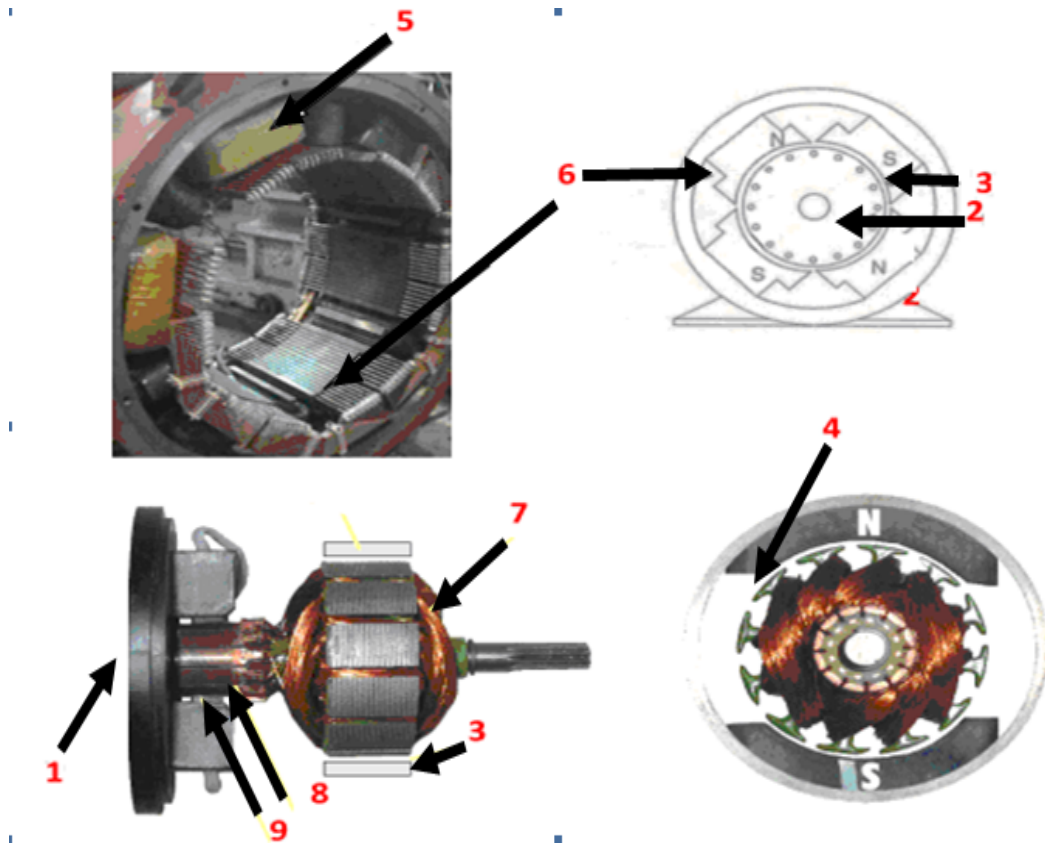

Figure 48: Eléments constitutifs d'une machine à courant continu
Cette machine est constituée (Figure 48) d'une partie fixe le **stator** ou inducteur (1) et une partie tournante, le **rotor** ou induit (2) séparées par un **entrefer** (3). Le circuit inducteur, qui est la source de champ magnétique. Il peut être formé soit par des **aimants** (4), soit par des **bobines inductrices** (5) en série (électroaimants). Les bobines sont placées autour de **noyaux polaires** (6). La machine est dite bipolaire si elle ne comporte qu'un pôle Nord et un pôle Sud. Le circuit induit au rotor est formé de conducteurs logés dans des **encoches** (7). Sur l'induit est monté un **collecteur** (8) qui, associé aux **balais** (9), permet de relier le circuit électrique rotorique de l'induit à un circuit électrique extérieur à la machine. Le collecteur est un ensemble de lames de cuivre isolées latéralement les unes des autres, réunies aux conducteurs de l'induit en certains points. Les balais, portés par le stator, frottent sur les lames du collecteur, et permettent d'établir une liaison électrique entre l'induit qui tourne et l'extérieur de la machine qui est fixe.